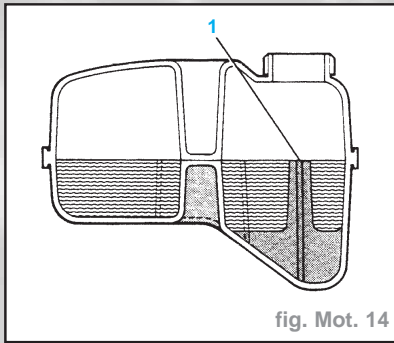

fig. Mot. 14
- Contrôler que le liquide de refroidissement dans le vase d'expansion se trouve au niveau de la borne indicatrice. Ajouter plus de liquide de refroidissement si nécessaire (Fig. Mot. 14).